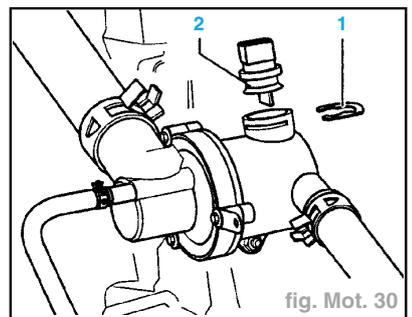

fig. Mot. 30
- Détacher la sûreté en matière plastique (1) et retirer le transmetteur de température de liquide de refroidissement (2) du boîtier de régulation de liquide de refroidissement (fig. Mot. 30).